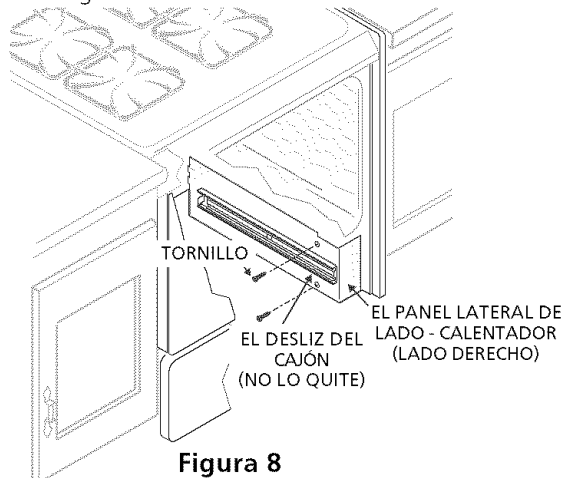

Figura 8
cañería rígida. Si la estufa se equipa con un cajón calentador, el regulador puede accesarse mediante un panel lateral de lado. Quite los dos tornillos que aseguran el panel, entonces quite el panel. Desconecte el regulador de la cañería. Reensamble en orden inverso (consulte Figura 8).
2. Ponga un nivel sobre la parrilla (figura 8). Tome dos lecturas con el nivel puesto diagonalmente en una dirección y después en la otra. Nivele la estufa, si es necesario, ajustando las 4 patas niveladoras con una llave de tuercas.